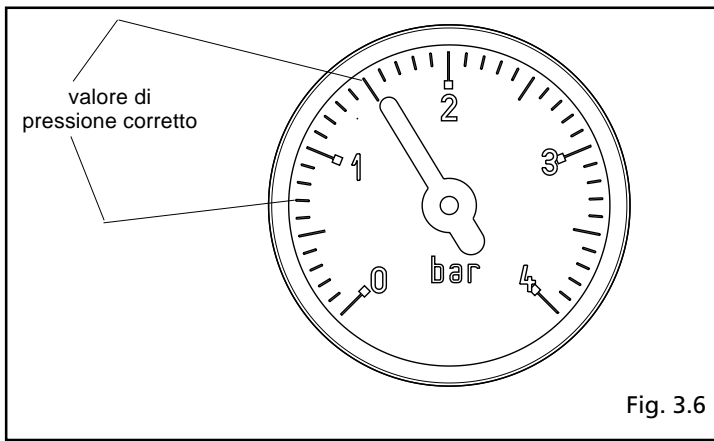

Fig. 3.6
- aprire di due o tre giri il tappo della valvola di sfogo aria automatica (A)
- aprire il rubinetto di riempimento (C) fino a che la pressione indicata dall'idrometro arrivi a circa 1 bar (fig. 3.6).